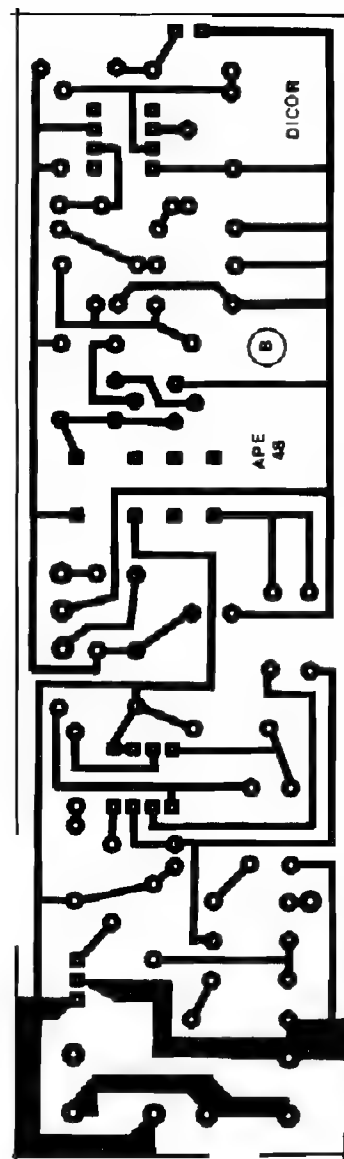

Fig. 4
- FIG. 4 - LAY OUT ESPECÍFICO DE CIRCUITO IMPRESSO (PLACA "B") - Chamado, daqui pra frente, simplesmente de módulo "B", o receptor/controlador do DICOR tem o seu Impresso em escala 1:1 na figura (assim como ocorreu na figura 3, as áreas em preto correspondem às áreas cobreadas, enquanto que as amplas áreas brancas representam o fenolite nú, do qual o cobre foi removido pela corrosão...). O arranjo é obviamente maior e um pouco mais complexo do que o da placa "A", contudo ainda fácil em seu desenho, pouco "congestionado"... Na pré-elaboração das duas placas ("A" e "B") recomendamos ao Leitor/Hobbysta usar - para a traçagem ácido resistente - os decalques fáceis de encontrar nas lojas de materiais e peças eletrônicas... Com isso, o resultado será bem mais profissional e "elegante", do que se a traçagem for feita "à mão"... Ainda nas duas placas, os pontos que requerem mais atenção situam-se em torno das ilhas destinadas à recepção das perninhas dos 3 Integrados do conjunto, uma vez que tais ilhas são pequeninas, e bem próximas umas das outras (fica fácil numa "distração" ou imperfeição de traçagem ou corrosão, surgirem falhas ou "curtos" fatais, nessas regiões específicas...). Não há problema, contudo, que "resista" à norma elementar da Eletrônica prática: conferir tudo, várias vezes, durante todo o processo de